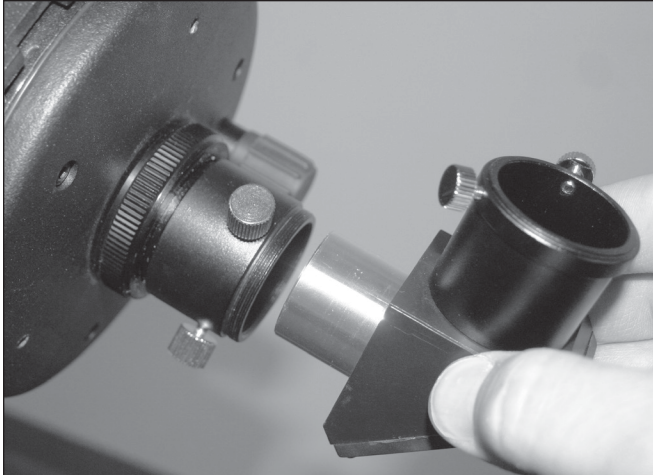

Figura 8. Fissaggio del diagonale stellare (solo nei modelli rifrattori e Maksutov-Cassegrain).
2. Allentare le due viti zigrinate sull'adattatore da 32 mm o sul focheggiatore e far scorrere la porzione cromata del diagonale stellare all'interno (vedere **Figura 8**). Serrare nuovamente le viti zigrinate per tenere il diagonale stellare in posizione.